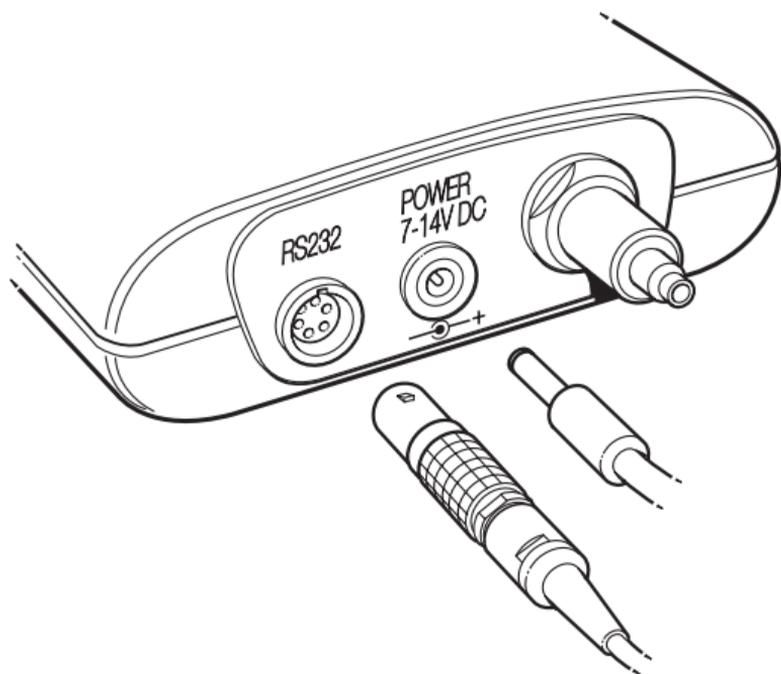

Figure 2-2 Connexions électriques
2.2 Connexions électriques (Figures 2-2 et 2-3)